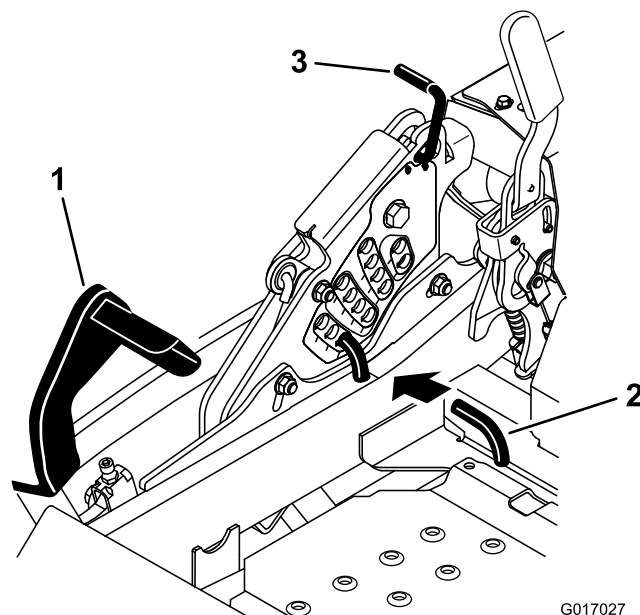

Figura 27
2. Pise el pedal de elevación de la carcasa y eleve la carcasa a la posición de transporte (que es también la posición de altura de corte de 140 mm); consulte Figura 27.
3. Para ajustar la altura de corte, gire el pasador 90 grados y retire el pasador del soporte de altura de corte (Figura 27).
4. Seleccione el taladro del soporte de altura de corte que corresponde a la altura de corte deseada, e inserte el pasador (Figura 27).